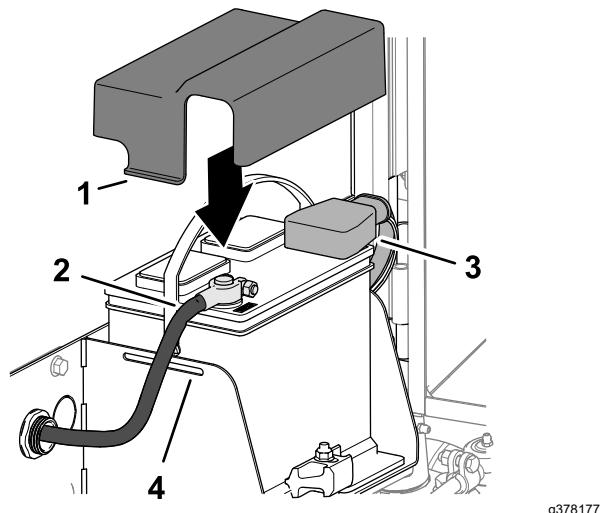

图 92
1. 将正极电池接线红色安装到正极 (+) 电池接线柱上 图 92。